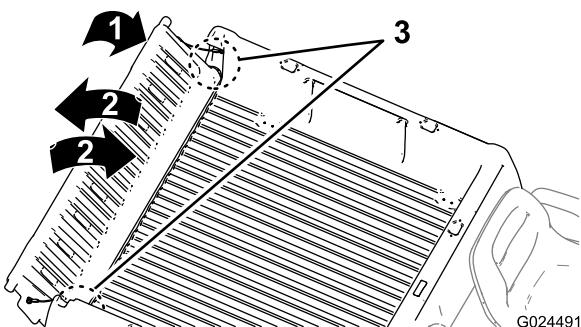

Figura 13
2. Abra la compuerta trasera a un ángulo de 45° aproximadamente (**Figura 13**).
- Mueva el portón trasero varias veces hacia adelante y hacia atrás, con breves sacudidas (Figura 13).